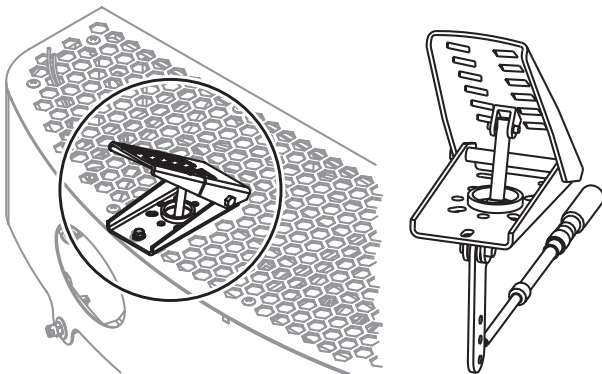

Figura 21. Pedal de control de la velocidad de las hojas
8. El pedal (Figura 21) controla la velocidad de las hojas. La velocidad lenta de las hojas se obtiene pisando ligeramente el pedal. La velocidad máxima de las hojas se obtiene pisando por completo el pedal.